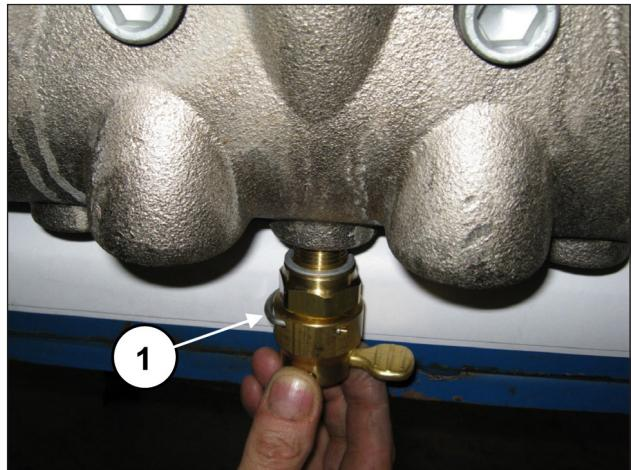
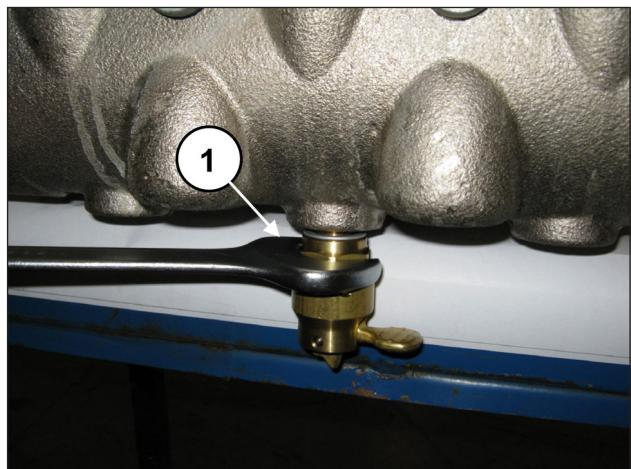

图 133
图 134
安装阀门打开装置(位置①, 图 133)并通过30毫米扳手(位置①, 图 134)拧紧。